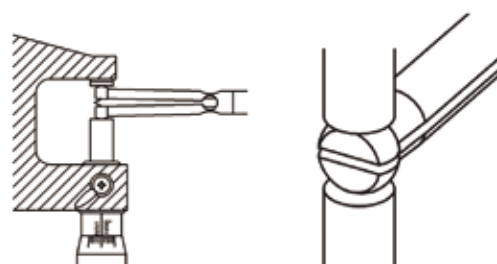

Fig. 1
4. Fije el punto de origen antes de comenzar a medir. Para fijar el punto de origen con un micrómetro de exteriores, posicione el micrómetro en orientación vertical con el husillo del micrómetro como se muestra. (**Fig. 1**)